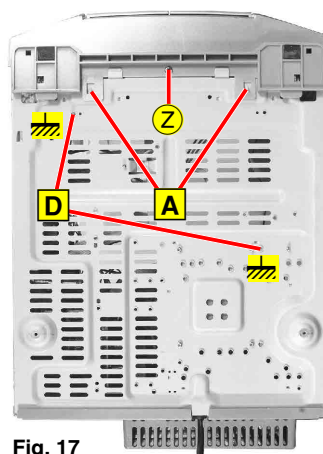

Fig. 17
- 2 Schrauben **D** (Masseverbindungen \neq , Fig. 17) herausdrehen.
- Undo 2 screws **D** (Ground connections \neq , Fig. 17).